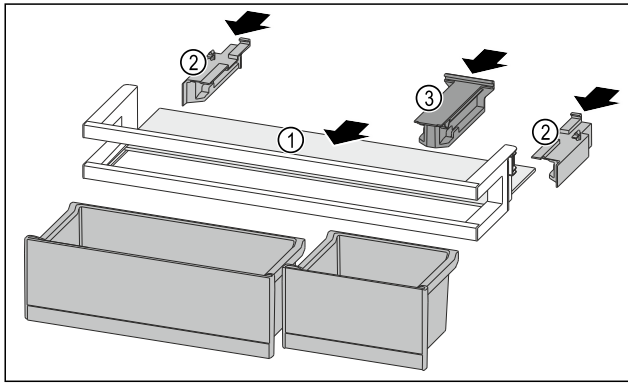

Fig. 151
- ▶ Inserire il ripiano Fig. 151 (1) negli incavi laterali.
- ▶ Inserire gli elementi laterali Fig. 151 (2).
- ▶ Inserire l'elemento di tenuta Fig. 151 (3).